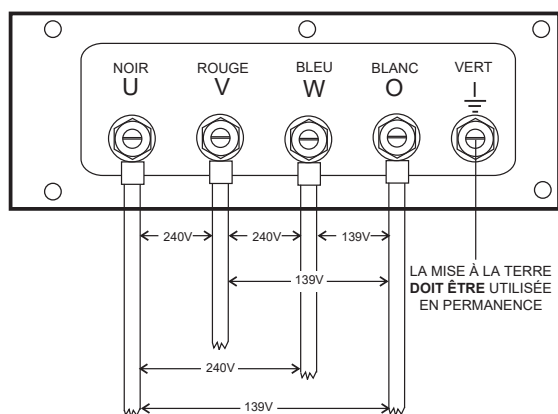

**Figure 10. Cosses UVWO
1. Connecter les fils de charge aux **cosses de l'UVWO** comme indiqué dans la Figure 10.